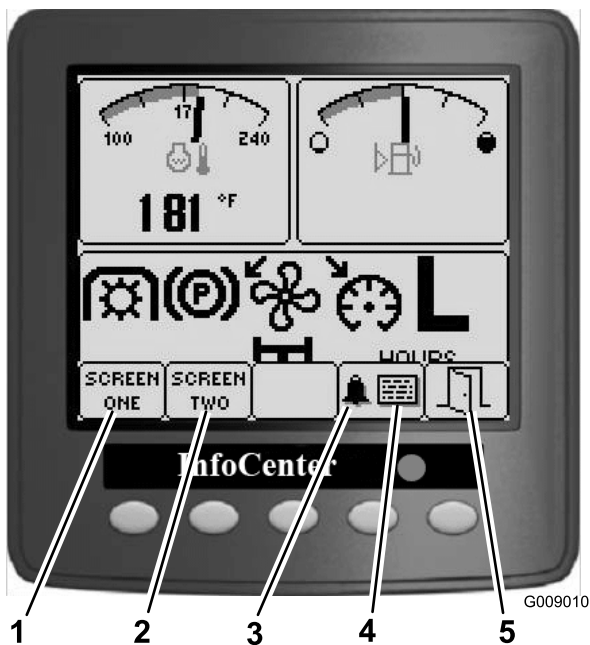

Bild 13
- Drücken Sie die entsprechende Taste, um Bildschirm 1 oder 2 anzuzeigen, den Alarmsummer abzustellen, den Fehlerbildschirm anzuzeigen oder das Programm zu beenden (Bild 13).